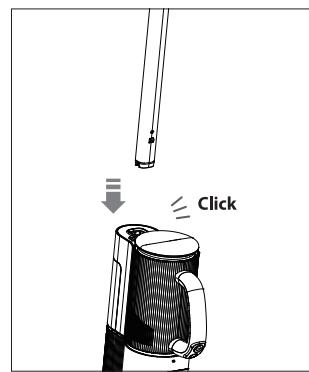

Fig. 5 – Montaggio dell'impugnatura
- ▶ Spingere l'impugnatura fino a battuta nel corpo dell'apparecchio finché non si inserisce in posizione con un clic. L'impugnatura deve essere saldamente inserita nell'apparecchio (**vedere Fig. 5**).